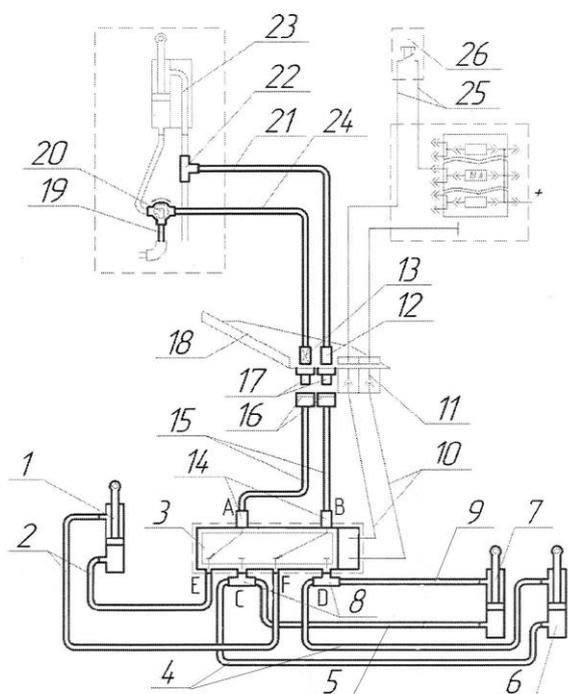

Рисунок 2
Для питания гидроцилиндров 1, 6, 7 управления трубой загрузочной используется магистраль гидроцилиндра 23 задней навески трактора (рис.2).
Подключение трубы загрузочной к общей гидросистеме трактора и, навешенного на него снегоуборщика СУ-2,1, осуществляется посредством замены рукавов высокого давления управления козырьком штатной трубы-метателя СУ-2,1 (поз. 24 см. рис 3 руководства СУ-2,1) на рукава 15 (рис. 2)
2. Проложить кабель 25 (рис.2), таким образом, чтобы конец, идущий к розетке 11, проходил с левой стороны трактора, под капотом наряду с другими кабелями, а конец с кнопкой проходил под панелью приборов и выходил с правой стороны.
Позиции рис.2	Комплектующие гидромагистралей